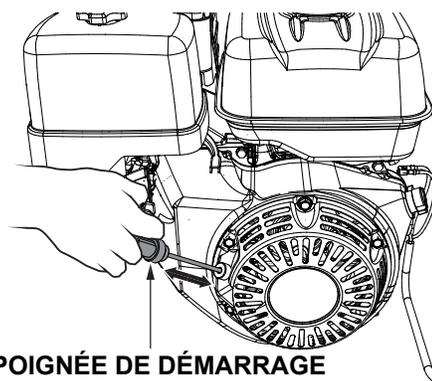

Figure 11. Poignée de démarrage
7. Saisissez la poignée du démarreur (Figure 11) et tirez-la lentement. La résistance devient la plus forte à une certaine position, correspondant au point de compression. Pour le démarrage, tirez la poignée du démarreur rapidement et en douceur.